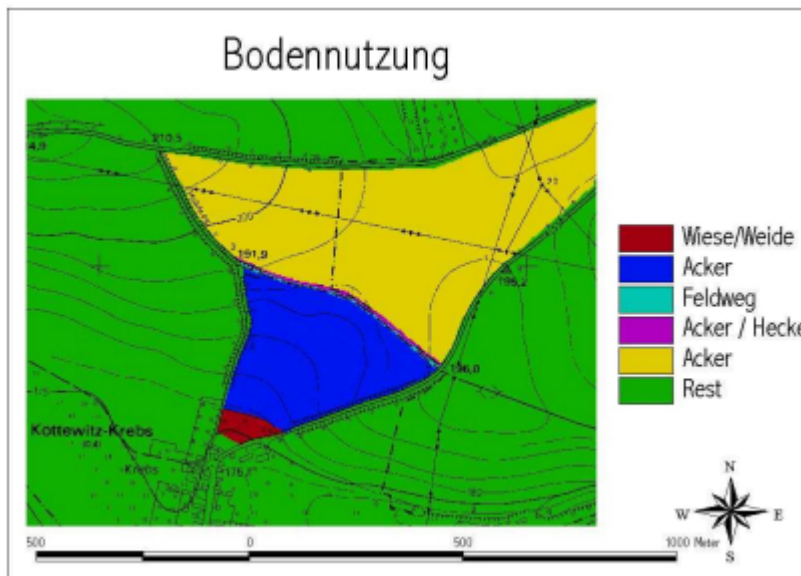

Abbildung 3: Bodennutzung des zu simulierenden Gebietes
- Konventionelle Bearbeitung der Ackerfläche + Hecke oberhalb des Feldweges (Abbildung 3) und